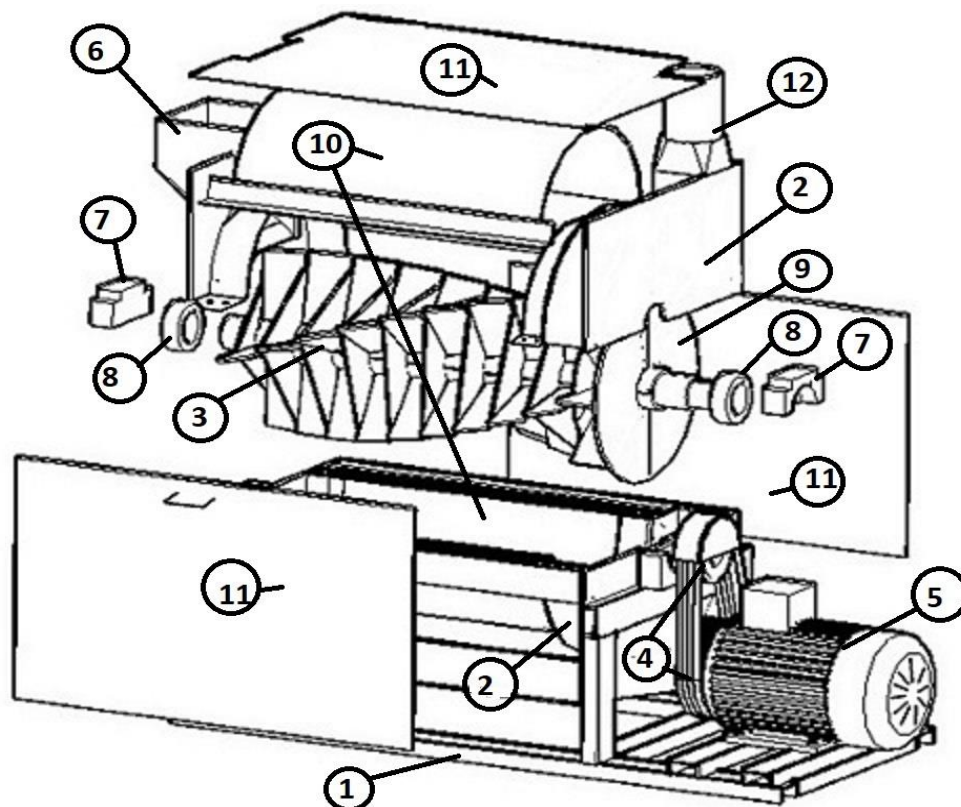

Рис. 1
Блок центрифуги состоит из рамы (1, рис.1) на который устанавливается короб (корпус) (2, рис.1), с перфорированной сеткой (11, рис.1), турбина с лопатками (3, рис.1). Далее
монтируются левый и правый подшипниковые опоры (7, рис.1), электродвигатель (5, рис.1).
Турбина (3, рис.1) представляет собой сварную конструкцию, выполненную из листовой стали. Турбина выполнена в виде полого барабана с лопастями приваренного к центральному валу.
Защитные кожухи (11, рис.1) предназначены для удобного доступа к основным механизмам центрифуги и мобильной чистки их от загрязнений. Крепление крышек к корпусу осуществляется с помощью винтов.
Канал приема сырья (6, рис.1) представляет собой сварную конструкцию, предназначенную для загрузки сырья в центрифугу. Фиксируется на корпусе центрифуги при помощи сварки.
Труба выгрузки сырья (12, рис.1) представляет собой сварную конструкцию, выполненную из листовой стали, предназначена для выгрузки сырья из центрифуги. Фиксируется на корпусе центрифуги при помощи сварки.
Через канал загрузки сырьё поступает в центрифугу (сырьё должно подаваться равномерно). Далее под действием центробежной силы и с помощью лопаток ротора (3, рис.1) оно продвигается вдоль оси ротора, при этом от сырья отделяется влага за счёт механической центробежной силы и силы трения, возникающей при движении сырья по перфорации (10, рис.1). После этого высушенное сырьё поступает к крыльчатке (9, рис 1) и выталкивается в канал выхода сырья (12, рис. 1). Образовавшаяся влага поступает в ванну очистки и затем сливается в систему канализации.
- по мере засорения перфорации центрифуги произвести чистку струей воды под давлением, что бы это произвести, нужно открыть съёмные крышки центрифуги (13. рис. 1). Периодически необходимо полностью очищать перфорированный барабан и производить его полную очистку и контроль состояния. Для этого необходимо снять съёмные крышки.